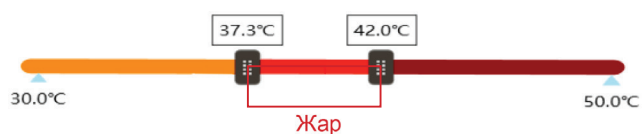

Рисунок 16 — Установки сигнала предупреждения «Жар»
- 2) Установка температуры для срабатывания сигнала предупреждения. Если температура находится в установленном диапазоне (например, от +37,3 ° до +42,0 °), срабатывает подача сигнала предупреждения. Возможный диапазон высокой температуры для установки сигнала предупреждения от +30,0 ° до +50,0 ° (рисунок 16).